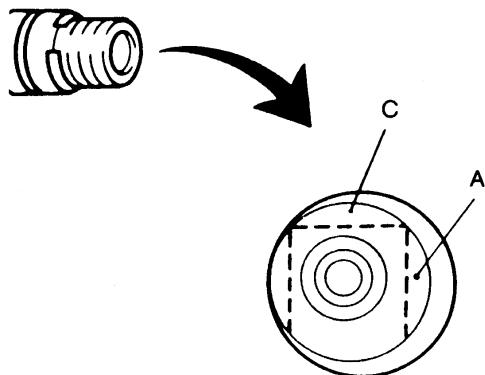

图 3-84 安装车速表轴套部件
(31) 如图 3-84 所示, 安装车速表轴套部件, 安装时应将它的识别用白色油漆部分(槽)朝向锁片。